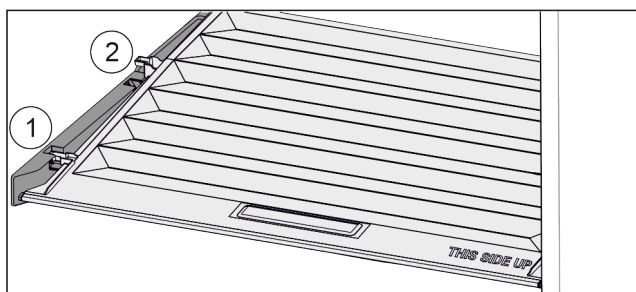

Fig. 36
- ▶ Pokrywę pociągnąć do przodu Fig. 36 (1), aż otworzy się w elementach trzymających.
- ▶ Podnieść tył od dołu i wyciągnąć Fig. 36 (2) go do góry.